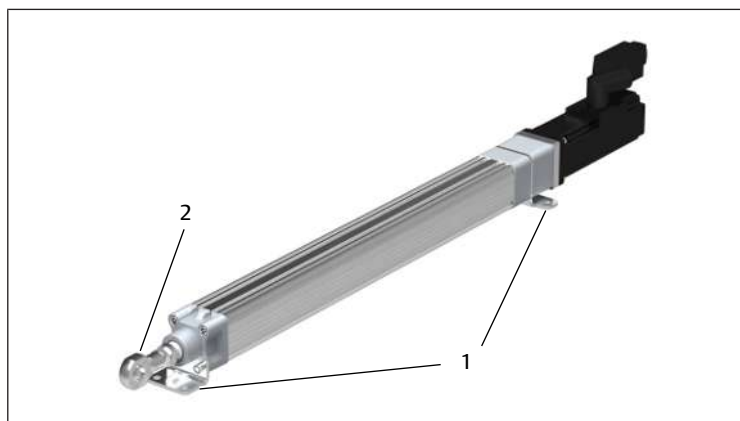

Fig. 9: Parafuse bem a cabeça da junta e os acessórios de instalação
5. Parafuse a cabeça da junta (2) e os acessórios de instalação (1) na máquina ou sistema. Consulte → Fig. 9.